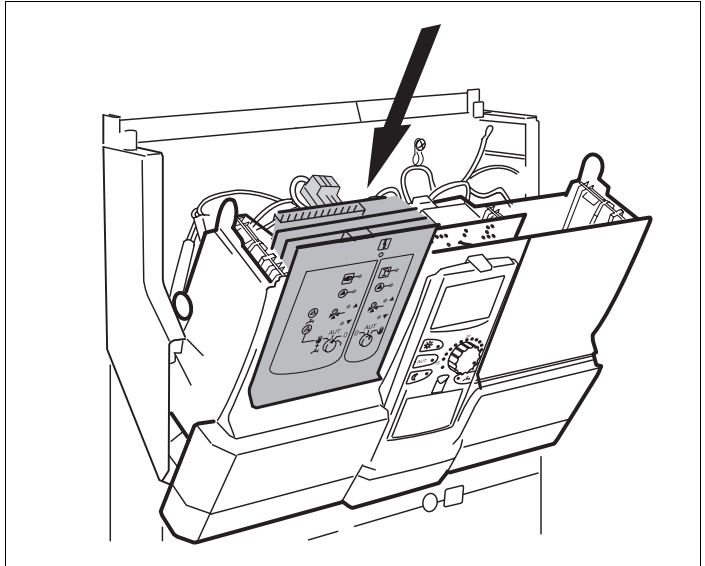

Bild 6 Modul einschieben
- Neues Modul durch Drücken auf die Fühlerleiste in den freien Steckplatz von oben einschieben (→ Bild 6, Seite 15), bis es merklich einrastet.
- Neues Modul durch Drücken auf die Fühlerleiste in den freien Steckplatz von oben einschieben (→ Bild 6), bis es merklich einrastet.